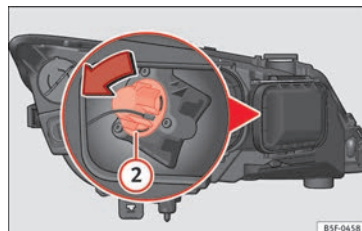

Bild 107 Glödlampa till blinkers.
- Vrid lamphållaren » bild 107 ② till vänster och dra.